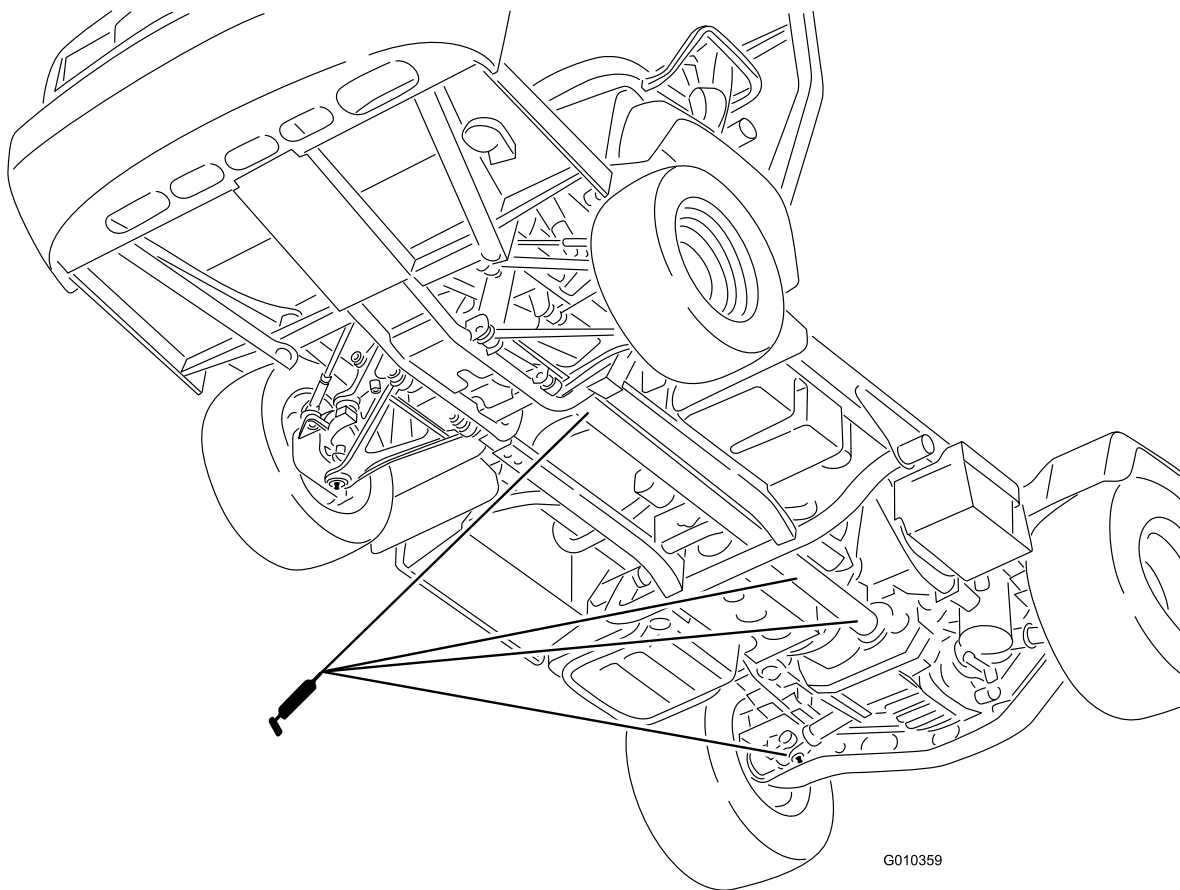

Рисунок 41
- Карданные шарниры (18) и 4 вала привода колес (3) (Рисунок 41)